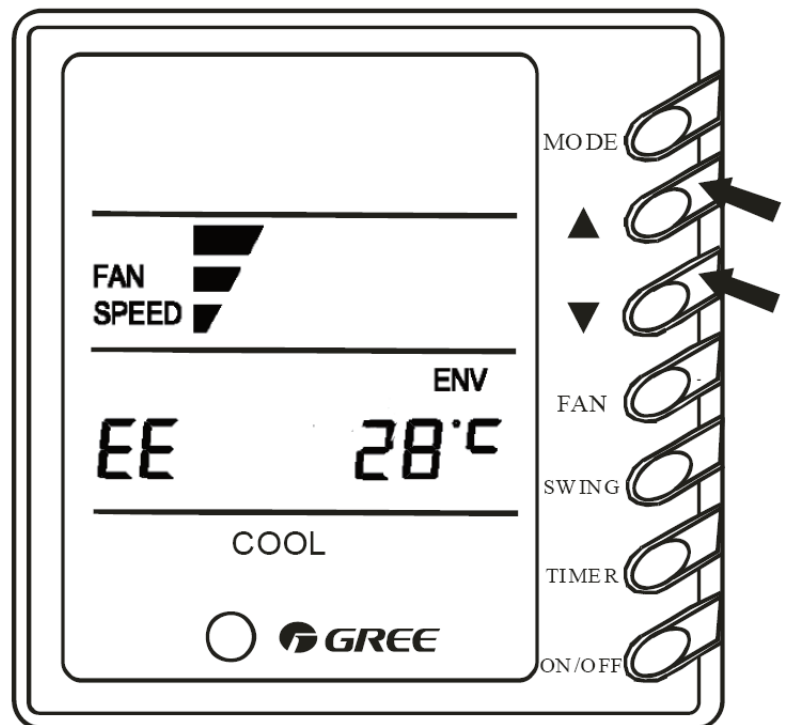

Fig 9
4.3.12 Funktionen Knapplås (Fig.9)